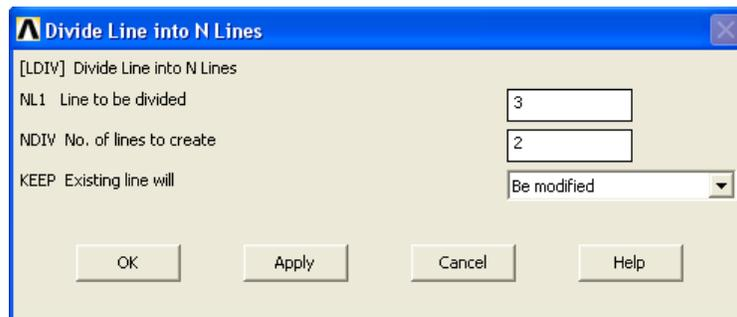

Рисунок 23. Второе окно *Div Line into N Lines*
- Во втором окне **Div Line into N Lines** необходимо нажать **OK**, т.к. «по умолчанию» поле **NDIV** имеет значение **2** (Рисунок 23).